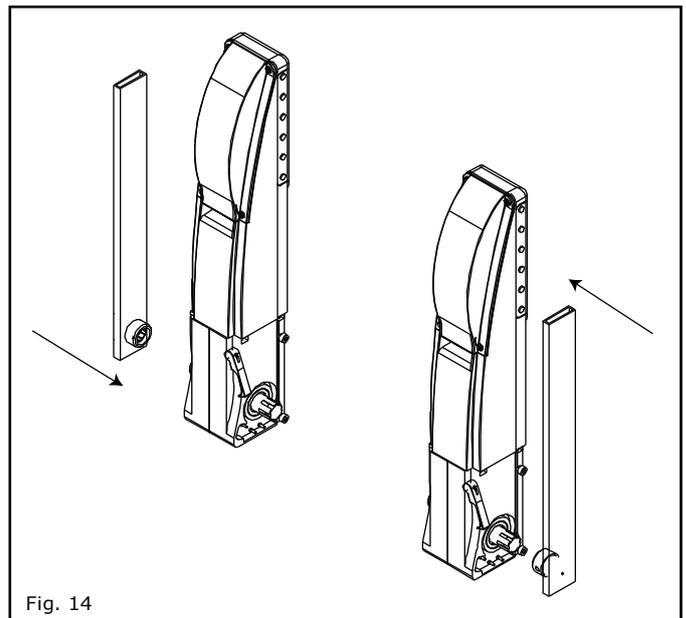

Fig. 14
- a) Insérer les bras plats crantés directement avec les dents de l'axe moteur, fixer avec les boulons M8x8 fournis (Fig. 14). Dans le cas de deux moteurs répéter de l'autre côté.